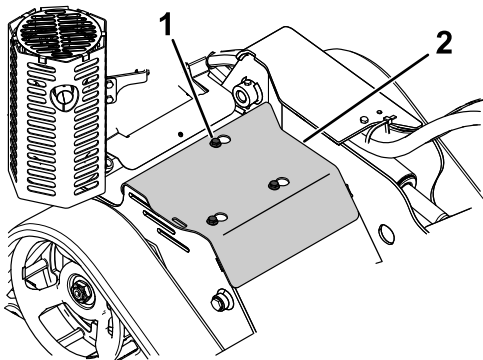

Figure 19
3. Desserrez l'un après l'autre les 3 boulons qui fixent le capot de protection au cadre jusqu'à ce que le capot se détache (Figure 19).
1. Boulon (3)
5. Pour monter le capot de protection avant d'utiliser la machine, glissez-le en place et resserrez les 3 boulons que vous avez desserrés précédemment (Figure 19).